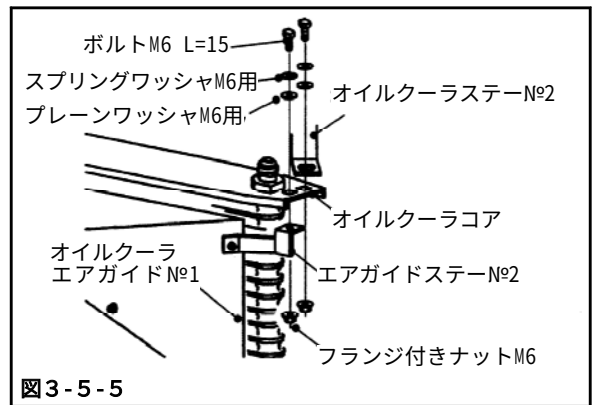

図3-5-5
(5) エアガイドステー№2をオイルクーラコアに仮付けしてください。(図3-5-5)
(6) オイルクーラコアをオイルクーラステー№2に仮付けしてください。(図3-5-5)